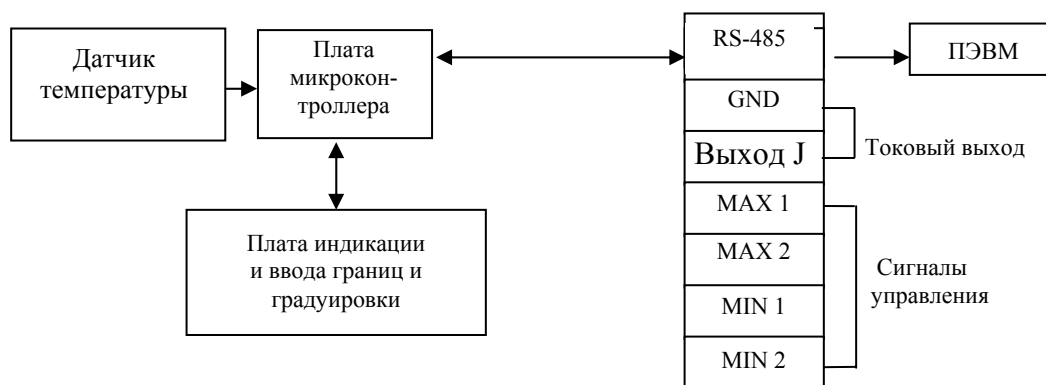

Рис.1. Структурная схема измерителя ПРОМА-ИТМ.
1.4.1. Структурная схема измерителя приведена на рис.1.